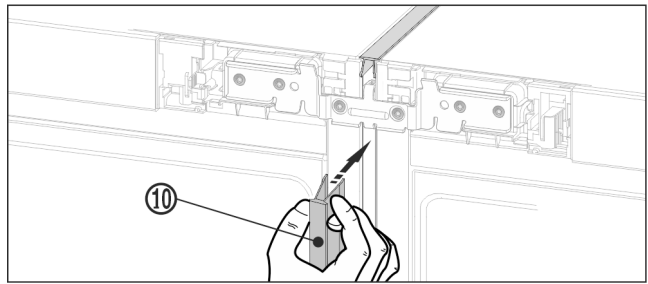

Fig. 27
- ▶ Auf der Vorderseite die lange Abdeckleiste Fig. 27 (10) in den vertikalen Spalt drücken. Darauf achten, dass die Leiste auf dem Verbindungsblech aufsteht.